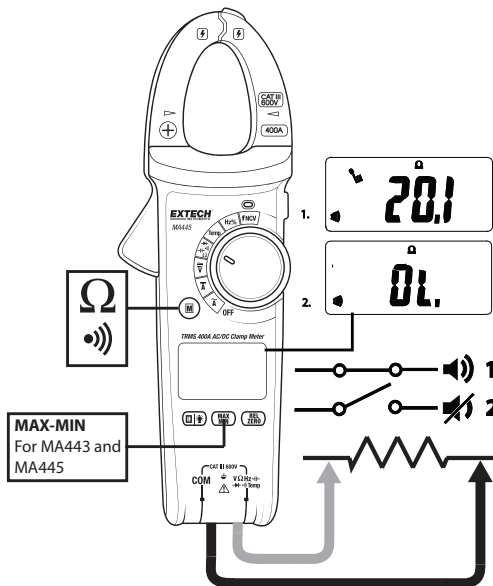

Fig. 7 – Medidas de resistencia y continuidad
3. Inserte el conector banana del cable negro de prueba en el enchufe negativo (COM). Inserte el conector banana del cable rojo de prueba en el enchufe positivo (Ω). Ver Fig. 7.
3. Inserte el conector banana del cable negro de prueba en el enchufe negativo (COM). Inserte el conector banana del cable rojo de prueba en el enchufe positivo (Ω). Vea la Fig. 7 arriba.